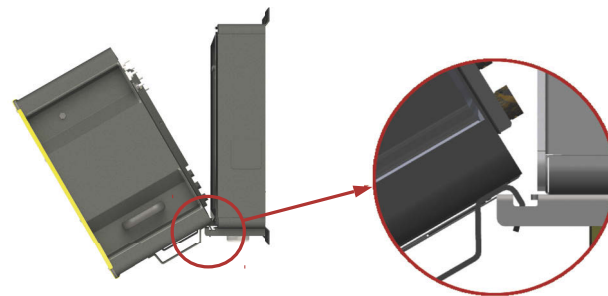

Abb. 17: Einhängen des Wechselrichters an der Connection Box
2. Den Wechselrichter vorsichtig in die Gerätehalterung der Connection Box einführen (siehe Abb. 17).